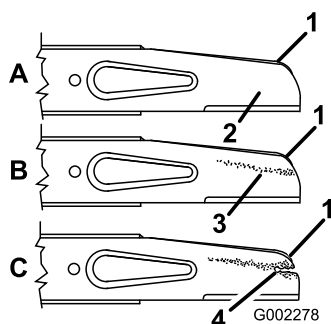

Figura 26
8. Usando el dedo, unte la junta del filtro de aceite nuevo con aceite (Figura 26).
2. Retire las tuercas de la cuchilla, el acelerador y la cuchilla (Figura 26).